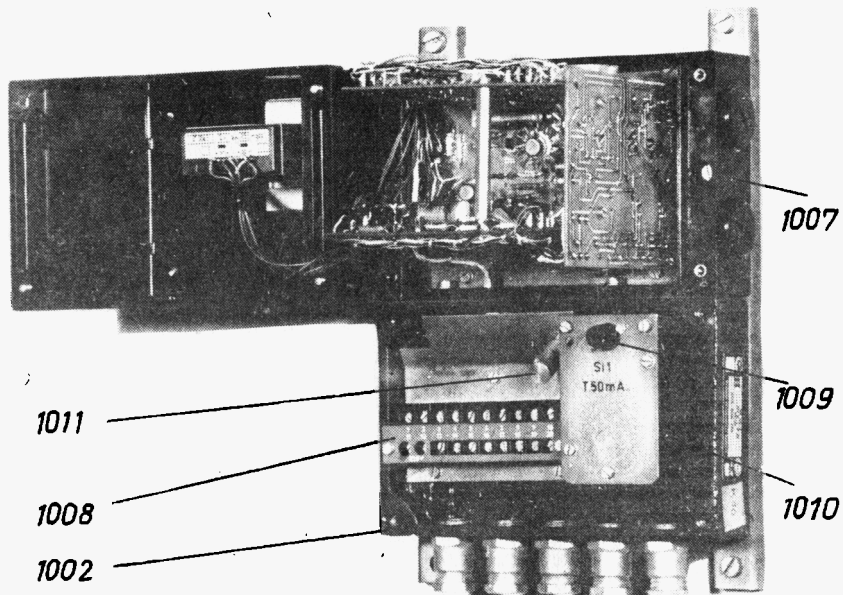

Bild 10
- Bild 10 Wärmemengenrechner, geöffnet